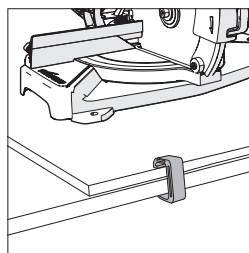

Fig. 2
- Utilizzare un morsetto a G per bloccare il pannello di montaggio sulla superficie di lavoro (**Fig. 2**).